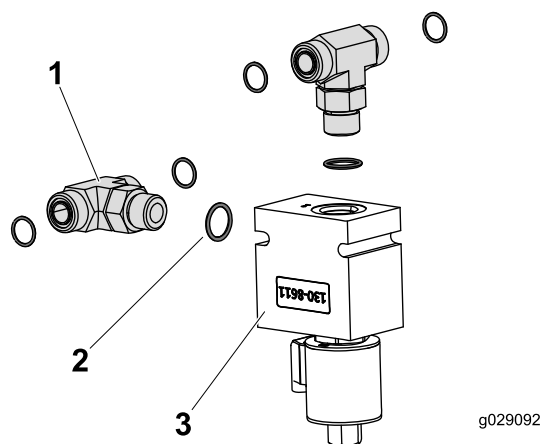

図 15
2. 図 15 に示すように、マニホルドバルブに T 字フィッティング 2 個 を O リングと共に取り付ける。